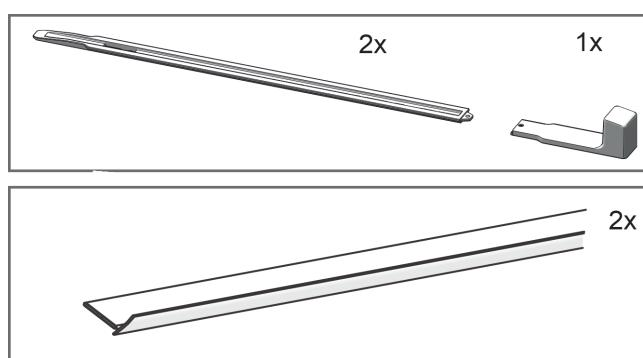

*Fig. 9*
1. Prichystajte si náradie. *Fig. 9*